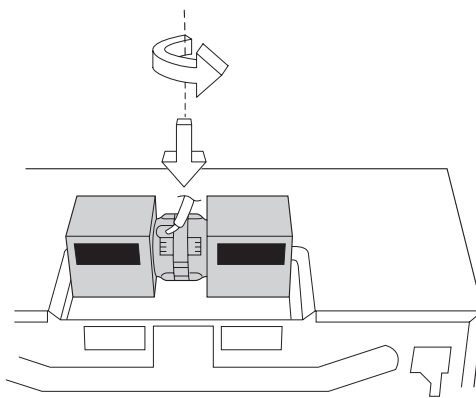

Figura 9
3. Rote la Unidad de Ventilador de Campana Extractora y gire de modo que las aberturas de aspas del ventilador queden dirigidas hacia la parte trasera del horno. Coloque nuevamente la Unidad de Ventilador de Campana Extractora dentro del horno. Tenga cuidado de no pellizcar el cable conductor entre el soporte interior y la Unidad de Ventilador de Campana extractora. Véase la Figura 9.